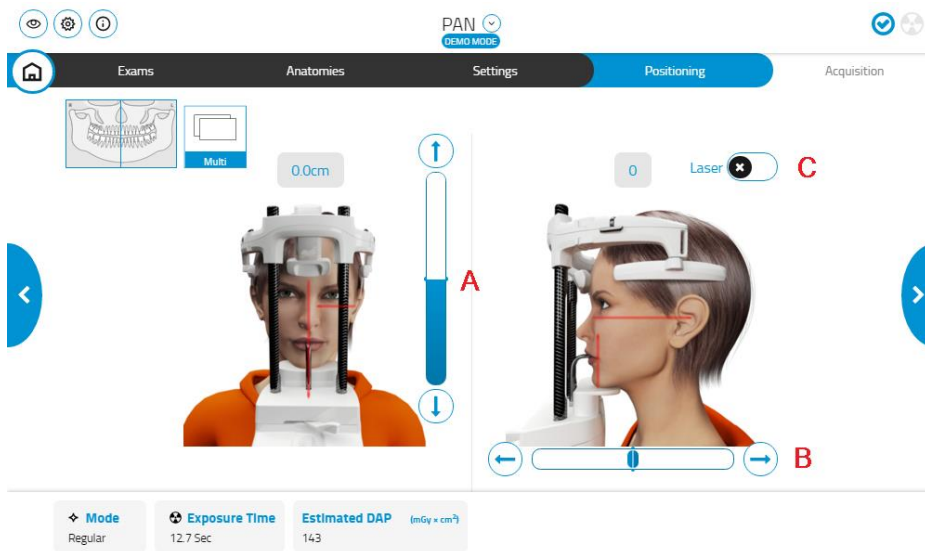

Рис. 4
- 4 - Протолкните вкладыш так, чтобы вышел блок материала (рис. 4)